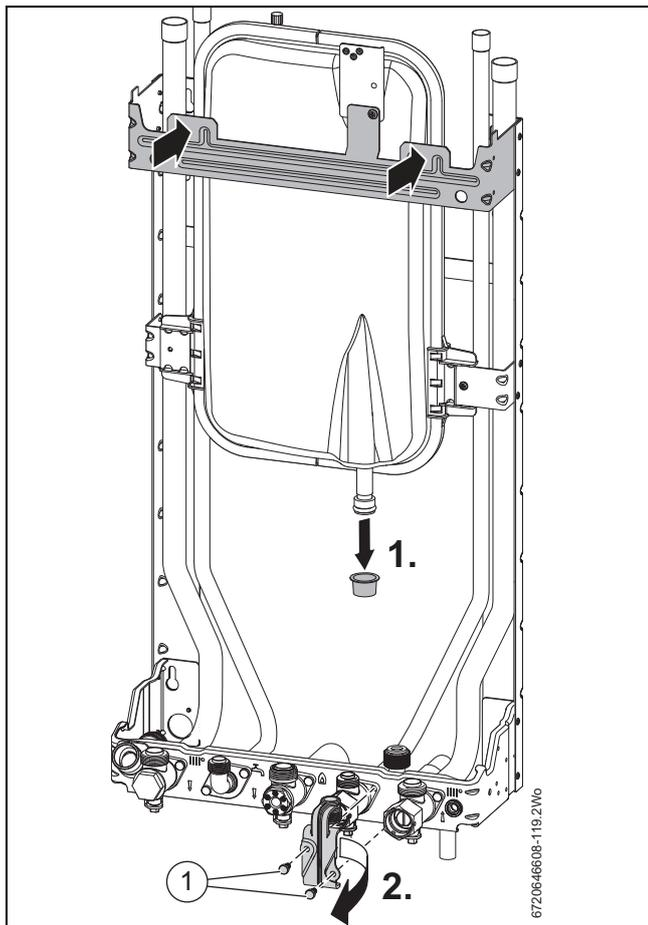

Fig. 44 Puntos de cuelgue
Referirse a la fig. 44
- ▶ Retirar los dos tornillos (1) sosteniendo el soporte de color rojo.
- ▶ Situar los dos tornillos (1) anteriormente retirados y ajustarlos firmemente.
- ▶ La caldera será montada en el bastidor mural usando los dos puntos de cuelgue, indicados en la fig. 44, a la izquierda y la derecha en la parte superior del bastidor mural.